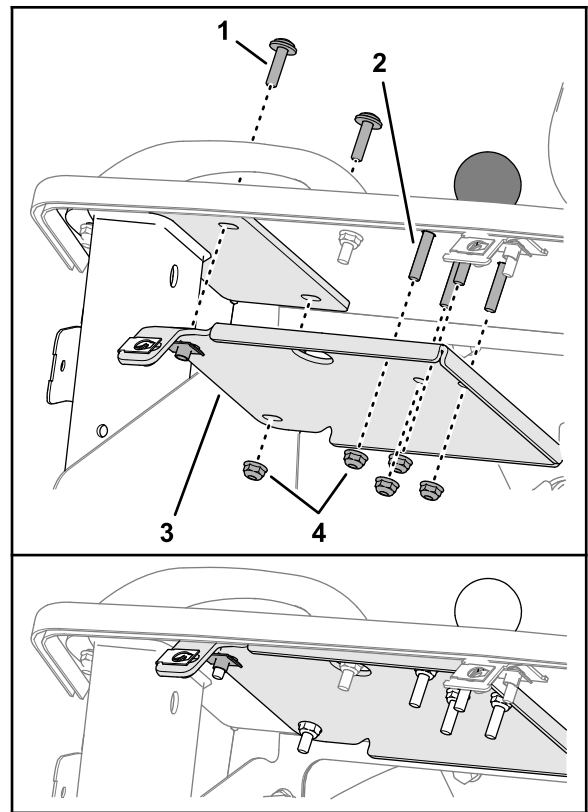

Figura 136
2. Monte provisionalmente la pletina del refuerzo en los 4 pernos con arandela prensada ($\frac{1}{4}$ " x $1\frac{1}{2}$ ") con 4 contratuercas ($\frac{1}{4}$ "), como se muestra en la Figura 136.